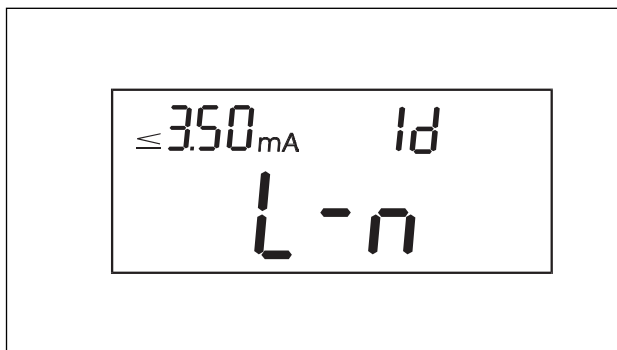
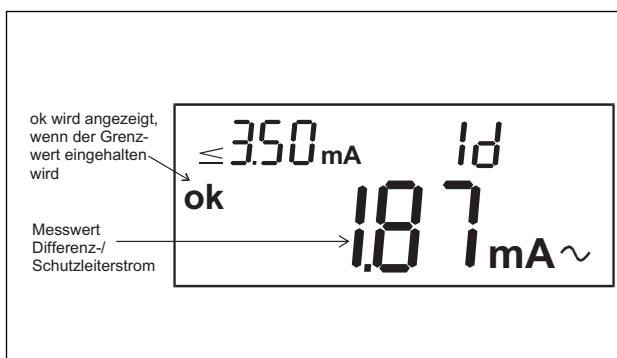

Abb.7.40
Abb.7.41
- Die Taste **START/STOP** drücken, um die Messung mit getauschter Phasenlage zu wiederholen, dabei werden die Anschlüsse automatisch umgepolt. Die Anzeige der Phasenlage und der Messwerte erfolgt wie in Abb. 7.40 und Abb. 7.41 dargestellt.
7.8 Laststrom (I_L), Lastspannung (U_{L-N}), und Leistung (P) nach DIN VDE 070/0702